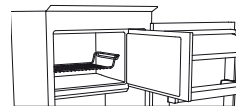
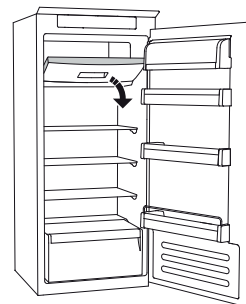

Рис. 1
Рис. 2
- розмістіть продукти на решітці, якщо вона є (рис. 1), або безпосередньо в нижній частині відділення (рис. 2);
- розмістіть продукти в середній частині відділення (❄️❄️❄️) таким чином, щоб вони не торкалися вже заморожених продуктів. Відстань між упаковками має становити приблизно 20 мм (рис. 1 і 2).
СИСТЕМА НАКОПИЧЕННЯ ІНЕЮ (доступна залежно від моделі) спрощує процес розмороження морозильного відділення. Аксесуар для НАКОПИЧЕННЯ ІНЕЮ (рис. 1) розроблено для накопичення інею, який утворюється в морозильному відділенні. Його можна легко витягнути й очистити, отож час, необхідний на розмороження морозильного відділення, значно скоротиться.
- Відкрийте дверцята морозильного відділення та витягніть верхній контейнер (рис. 2).